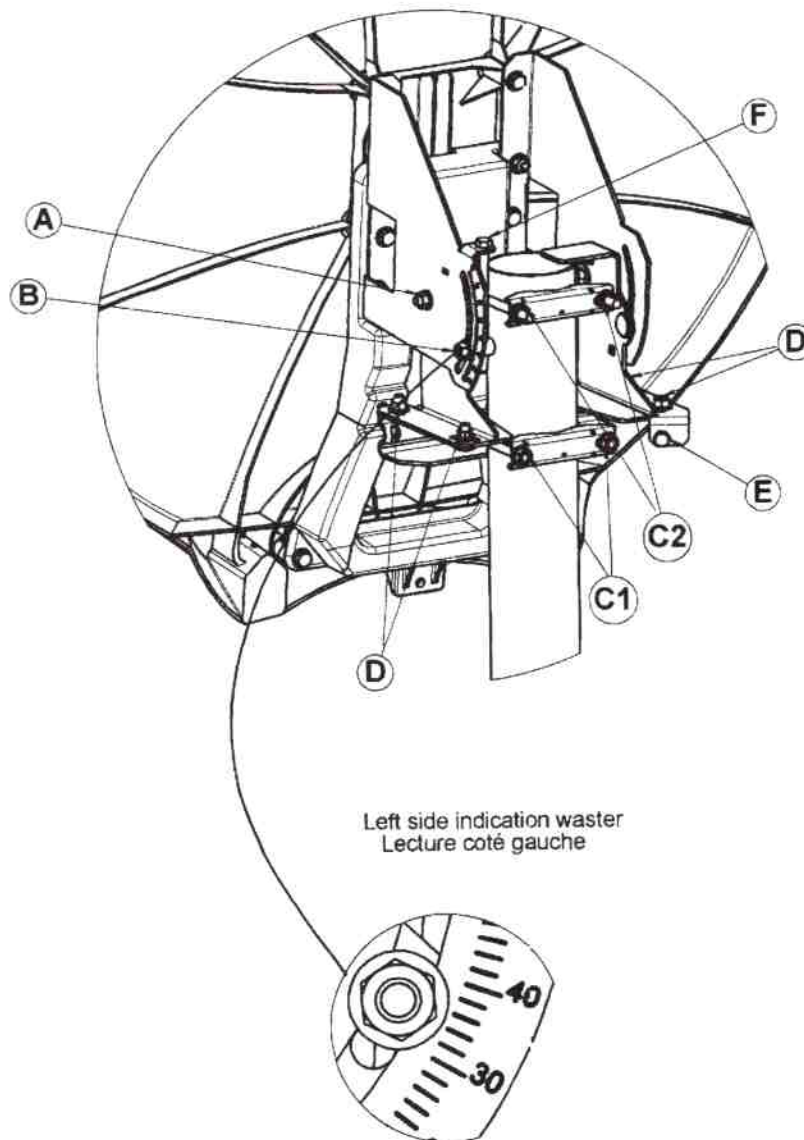

Fig 7
En actionnant la vis F, amener la graduation correspondant à l'élévation recherchée face au centre de l'écrou B puis resserrer modérément les 4 écrous A et B comme indiqué **Fig 7**.
Actuate screw F in order to move the antenna elevation upwards so that one reaches the elevation marking as indicated by the center of the nut B and tighten the 4 screws as shown in **figure 7**.
- **Débloquer les écrous C₁** (bride inférieure) et **C₂** (bride supérieure) pour faire tourner l'ensemble autour du mât. (Cf Fig 7)
- ***Unlock the 4 screws C₁ (lower clamp) and C₂ (higher clamp) in order to move in azimuth the whole antenna around the mounting pipe.(refer to Fig 7)***
Finir les réglages de pointage en utilisant les réglages fins d'azimut et d'élévation, en alternant les réglages jusqu'à ne plus détecter d'amélioration du niveau de signal. Ces réglages sont accessibles sur la monture Az / El comme le montre la Figure 7.
To complete the antenna alignment procedure, you need to, alternatingly, fine adjust the Azimuth and Elevation setting in order to reach the maximum signal level. For this purpose, use the fine adjustment systems as described in figure 7.